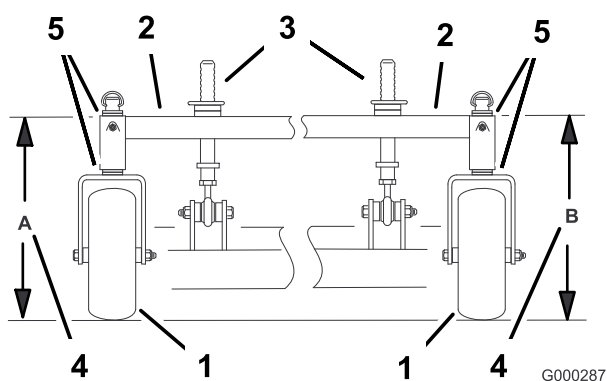

Figura 59
- Mida la altura del bastidor de tiro en la posición **A** (Figura 59).
- Mida la altura del bastidor de tiro en la posición **B** (Figura 59).